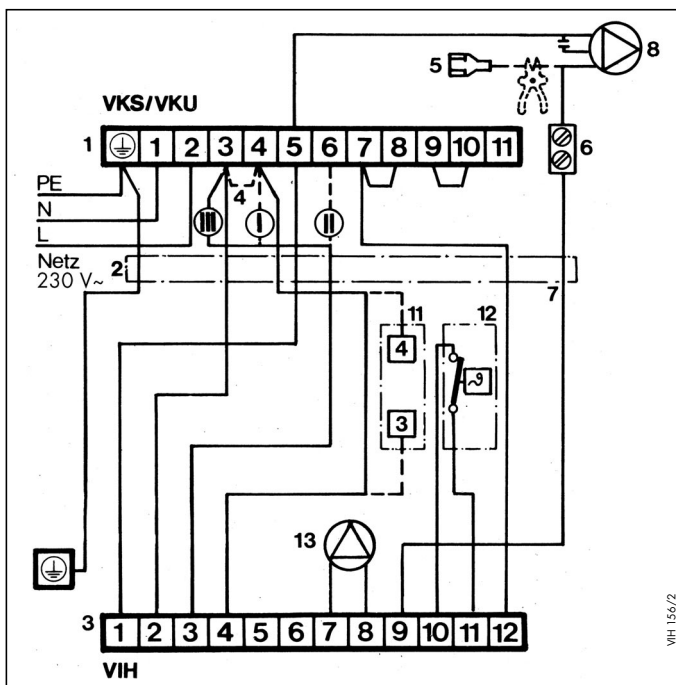

Abb. 4.6 Verdrahtungsplan
- Verdrahtung zwischen VIH-Schaltleiste und der Klemmleiste des Kessels gemäß Abb. 4.6 vornehmen.
- Gegebenenfalls Raum- oder Uhrenthermostat gemäß der gestrichelten Darstellung in Abb. 4.6 anschließen.
Legende zu Abb. 4.6: